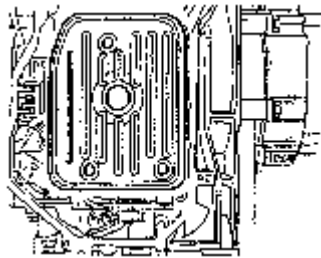

图 7-142 安装 ATF 过滤网
(10) 安装 ATF 过滤网。将油密封圈压到 ATF 过滤网的吸入颈圈上，将 ATF 过滤网按入阀体约 3mm（不要按到底），当安装油底壳时，ATF 过滤网会被推到正确的安装位置，如图 7-142 所示。